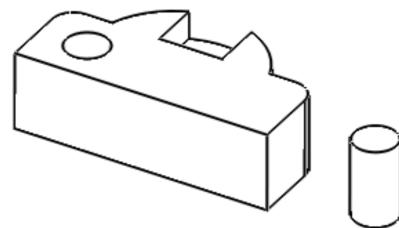

图 1-59 生成新特征
- 12 释放鼠标并在空白区域单击，完成新特征的创建，如图 1-59 所示。